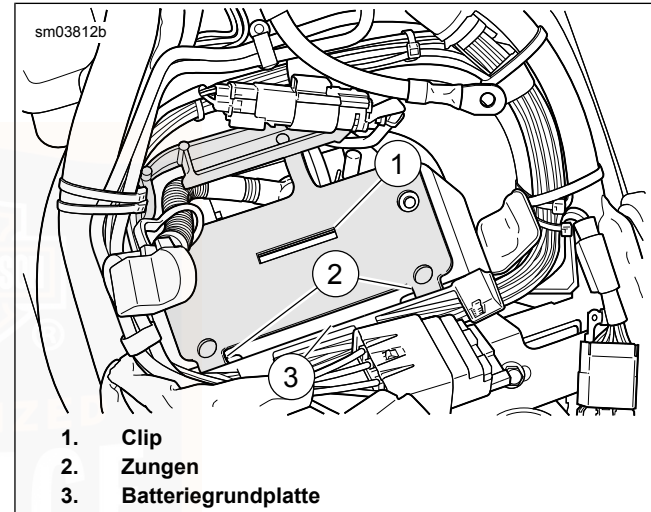

Abbildung 71. Batteriehalter
1. Siehe Abbildung 71. Der Batteriehalter in die Einbaustellung bringen und den Batteriehalteclip (1) unter der Vorderseite der Batteriegrundplatte (3) einbauen. Sicherstellen, dass die Zungen (2) des Batteriehalters über die Rückseite der Batteriegrundplatte passen.